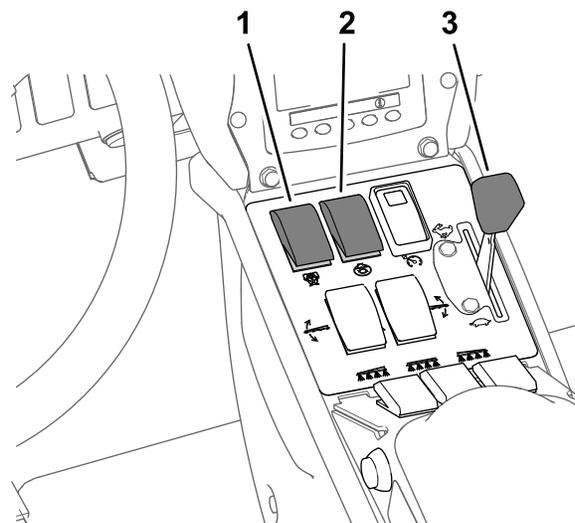

Figura 40
8. Ponga el interruptor de agitación y el interruptor de la bomba de fumigación en la posición de ACTIVADO (Figura 40).
9. Mueva el acelerador a la posición de RÁPIDO (Figura 40).
Nota: Este procedimiento supone que la bomba de fumigación está activada; consulte Figura 40, en Fumigación en el Modo de caudal de aplicación (página 37).
4. Ajuste el acelerador a la velocidad de motor deseada para la fumigación; consulte Figura 40, en Fumigación en el Modo de caudal de aplicación \(página 37\).